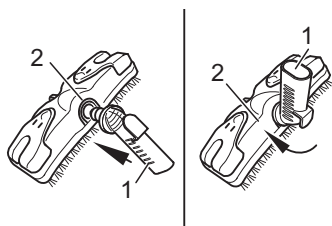

Abb. 3
2. Stecken Sie den Gelenkanschluss (Abb. 3/1) wie dargestellt in die Bodendüse (Abb. 3/2).